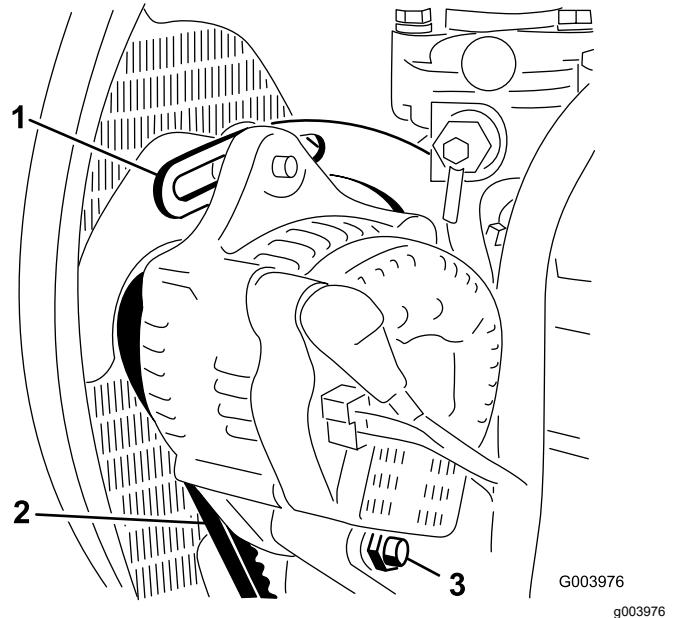

Рисунок 58
- Проверьте натяжение ремня генератора, надавив на него (Рисунок 58) посередине между шкивами генератора и коленчатого вала с усилием 10 кг.
- Ослабьте болт крепления скобы к двигателю (Рисунок 58), болт крепления генератора к скобе и болт оси поворота.